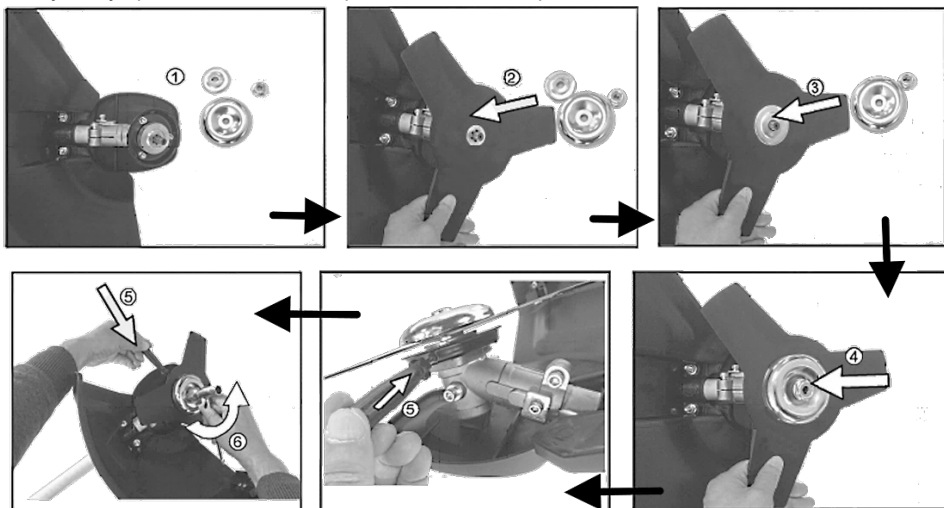

Рисунок 5
3.5 Встановлення різального ножа (дивіться рисунок 5)